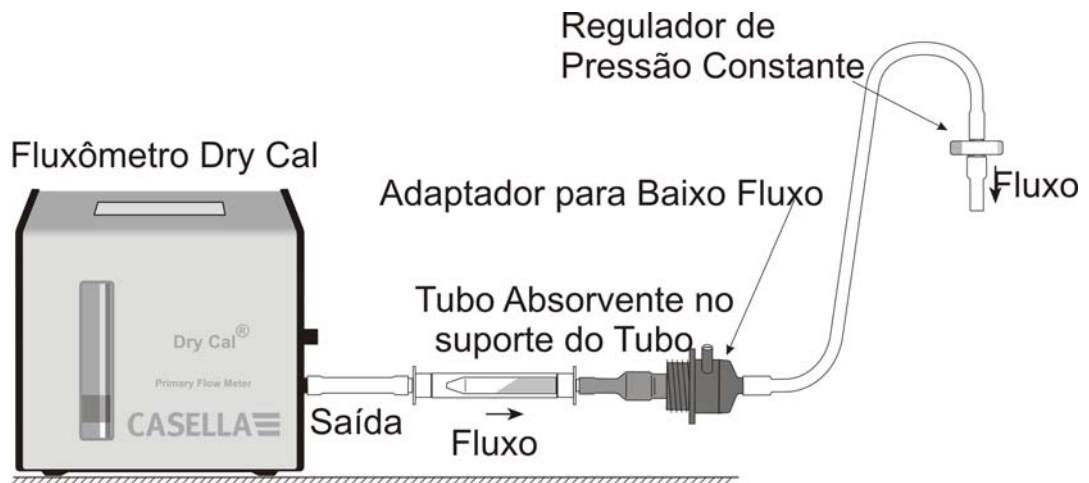

Figura 14 Uso com Adaptador para Baixo Fluxo
3. Começando a partir da entrada do TUFF, conecte o seguinte: regulador de pressão constante, adaptador para baixo fluxo, suporte para tubo absorvente e um fluxômetro como o Dry Flow ou o Dry Cal, mostrados na Figura 14.